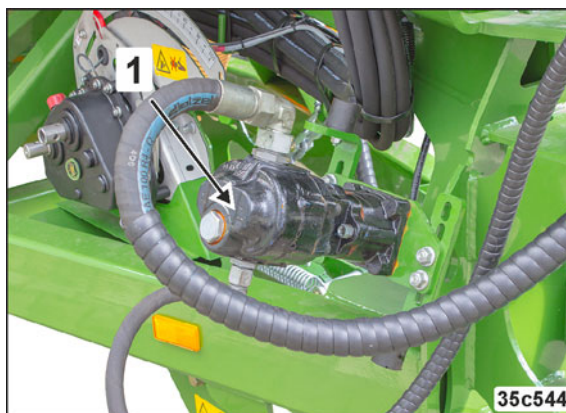

Рис. 164
5. Установите гидравлический насос (Рис. 164/1) на транспортировочное крепление.